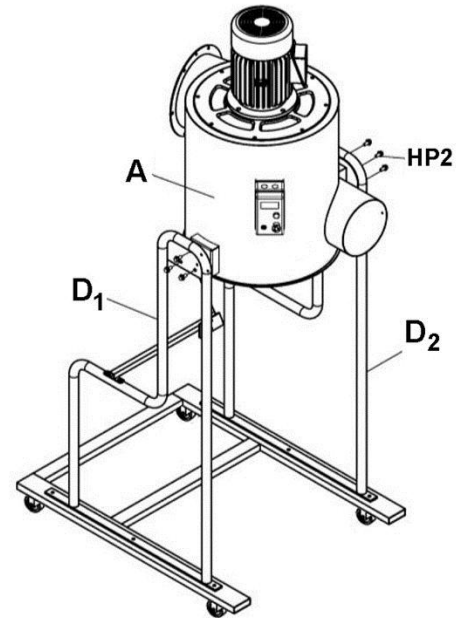

Рис. 5
6. Установите корпус (A) между левой и правой стойками (D₁, D₂) и прикрутите с помощью винтов с шестигранной головкой и фланцем (HP2). См. Рис. 5.